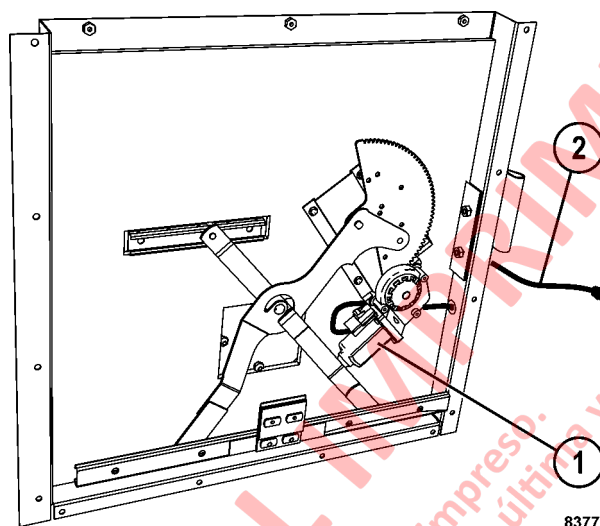

FIGURA 2-16. REGULADOR DE LA VENTANA
3. Desconecte el arnés regulador (2, Figura 2-16) en el motor regulador de la ventana (1).
7. Conecte el arnés regulador (2, Figura 2-16) al motor regulador de la ventana (1).